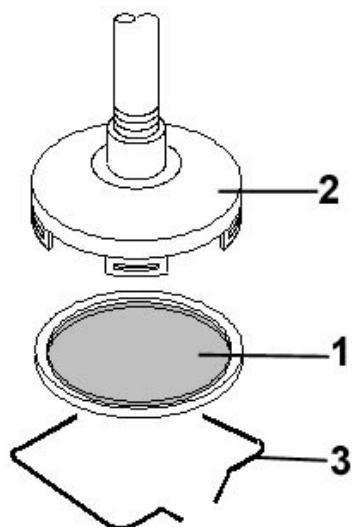

Fig.36
6) Rimuovere il filtro (fig. 36) posto nella parte terminale del tubo di aspirazione e pulirlo con del solvente.